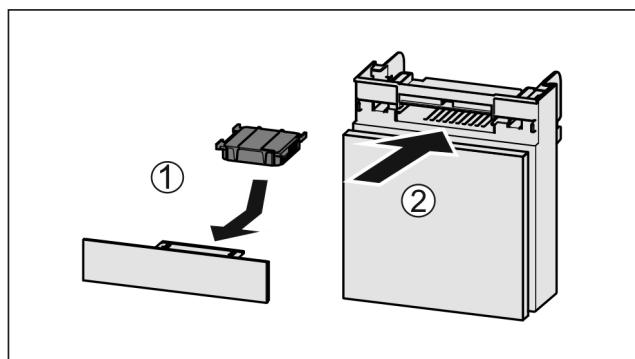

Fig. 152
- ▶ Insérer le filtre à charbon actif d'après le schéma Fig. 152 (1).
- ▶ Insérer le compartiment Fig. 152 (2).